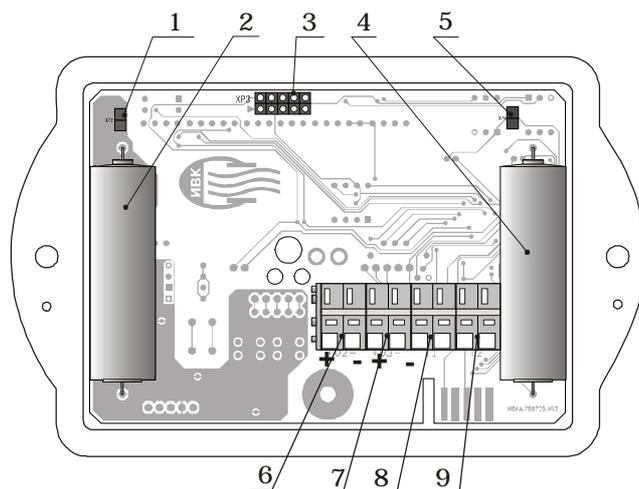

рис. 6.4
**6.5.1** Схема расположения размещения клеммных колодок и других элементов на плате под передней крышкой приведена на рис. 6.4.